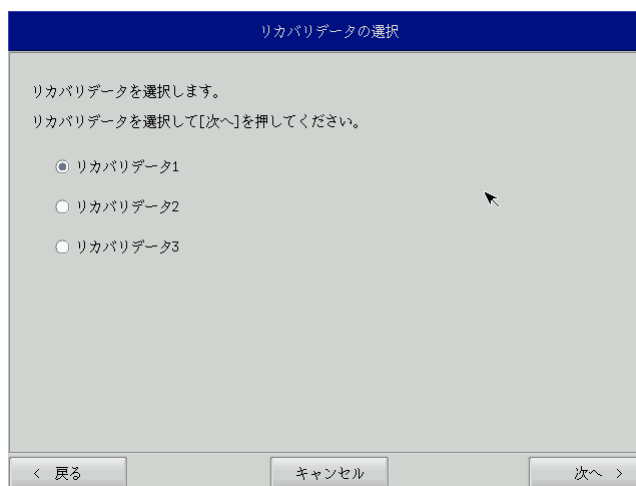

図 6-2-1. リカバリデータ選択画面
- ⑤ リカバリデータ選択画面（図 6-2-1）が表示されます。製品に合わせてリカバリデータを選択し、[次へ]ボタンを押します。表 6-2-1にECLシリーズで選択できるリカバリデータを示します。